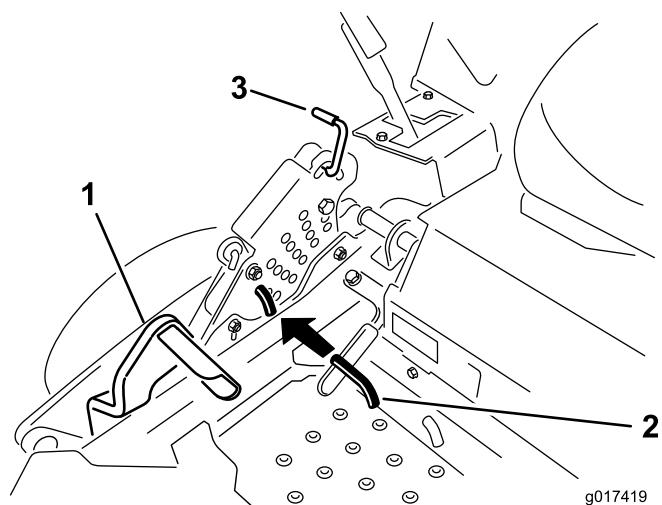

Bild 24
2. Treten Sie mit dem Fuß auf das Mähwerkhubpedal und heben Sie das Mähwerk in die Transportstellung an (auch die Schnitthöhe von 140 mm) (Bild 24).
3. Drehen Sie zum Einstellen den Stift um 90 Grad und nehmen ihn aus der Schnitthöhen-Halterung heraus (Bild 24).
4. Wählen Sie ein Loch in der Schnitthöhenhalterung, das der gewünschten Schnitthöhe entspricht, und stecken Sie den Lastösenbolzen wieder ein (Bild 24).